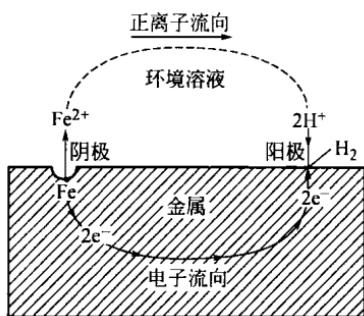

图 1-2 金属湿腐蚀系统
② 电化学腐蚀。当金属和电解质溶液接触时，由电化学作用引起的腐蚀叫做电化学腐蚀。电化学腐蚀是有电流产生的腐蚀过程，它和化学腐蚀不同，这种腐蚀是由于形成原电池（腐蚀电池）引起的。在这种腐蚀电池中，负极上进行氧化反应，通常叫做阳极（在讨论腐蚀问题时，通常称阴、阳极，而不称正、负极）；正极上进行还原反应，通常叫做阴极，参见图 1-2。